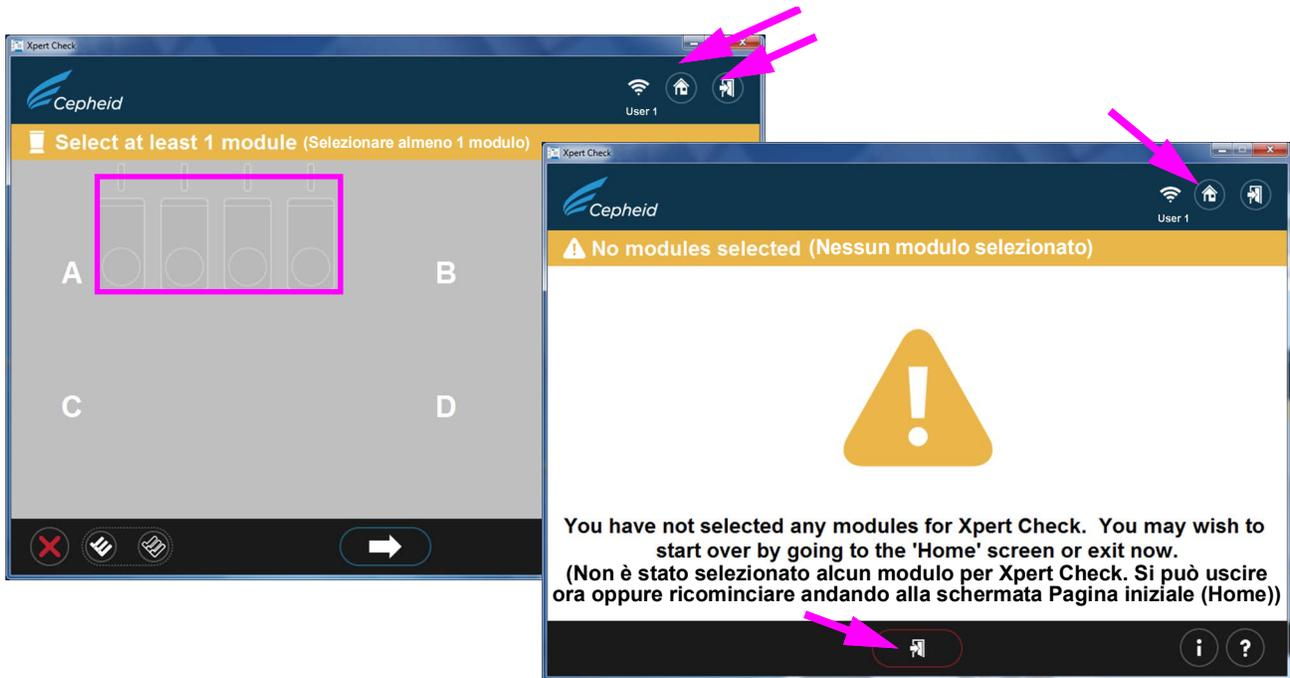

Figura 2-13. Esempi di schermate di errore
14. Nel caso di un errore nel passaggio precedente, in cui non è stato selezionato alcun modulo oppure se sono stati esclusi tutti i moduli, si apre una delle schermate seguenti (Figura 2-13). Seguire le istruzioni su schermo per selezionare un modulo, oppure iniziare da capo tornando alla schermata Pagina iniziale (Home) o uscendo dal programma.